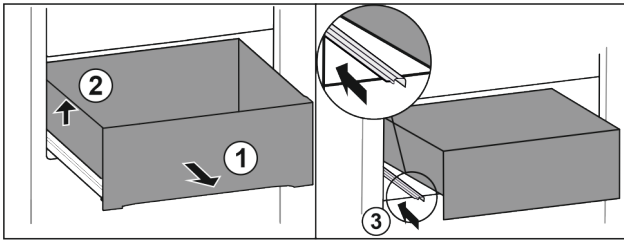

Fig. 21
- ▶ Lade tot de aanslag eruit trekken. Fig. 21 (1)
- ▶ Lade links optillen. Fig. 21 (2)
- ▶ Linker rail erin schuiven. Fig. 21 (3)